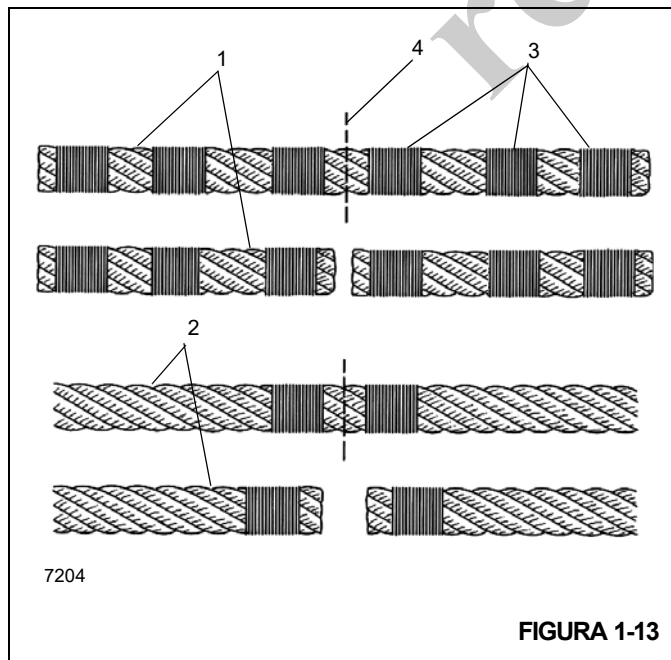

FIGURA 1-13
**NOTA:** Los cables no preformados (1) (Figura 1-13) deben tener tres sujeciones (3) ubicadas en cada lado del corte (4) comparado con el cable preformado (2).